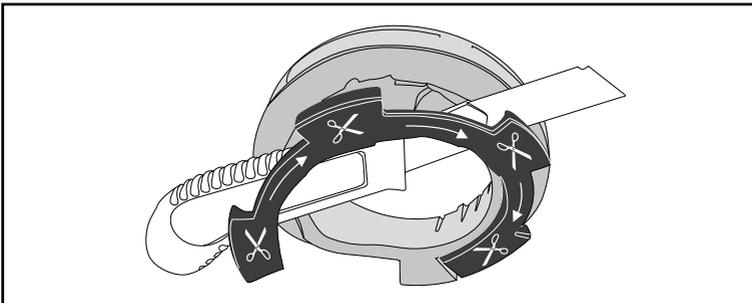

Abbildung 2, Gummi am Federbeinlager oben ggf abschneiden
- Bearbeiten Sie bitte keine Teile zusätzlich oder machen diese passend, ausser die Montagehilfe-Gummiwulst des Gummis am Federbeinlager (siehe Abbildung 2)
Die Gummis des Federbeinlager werden an der Hinterachse bei manchen Fahrzeuge mit einer Montagehilfe ausgestattet. Diese dient dazu, dass der Gummi des Federbeinlager während der Produktion nicht von der Feder rutscht. Beim Betrieb des Fahrzeuges ist diese ohne Funktion und kann daher entfernt werden. Wenn ihr Fahrzeug über eine solche Gummiwulst als Montagehilfe verfügt, müssen Sie diese vor Einbau der SPACCR entfernen (siehe Abbildung 2).
Distanz ausgefedert (Abb. 2)	49,0 cm